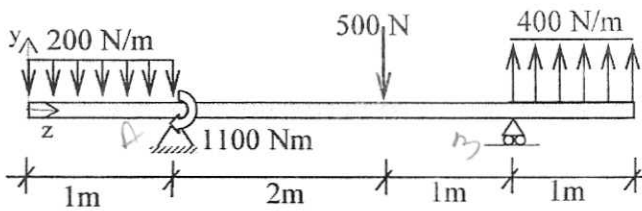

Figura 2a
**Problema 2.** Considere la viga recta sometida al sistema de cargas indicado en la figura 2a.